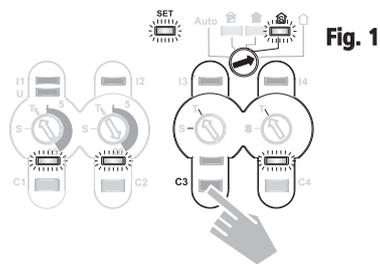

Fig. 1
Exemple : Simulation de présence, voir figure 1 ci-dessous.
2. Appuyez brièvement sur la touche manuelle du canal à modifier, jusqu'à ce que la LED de contrôle soit éteinte (voir figure 1 canal C3).